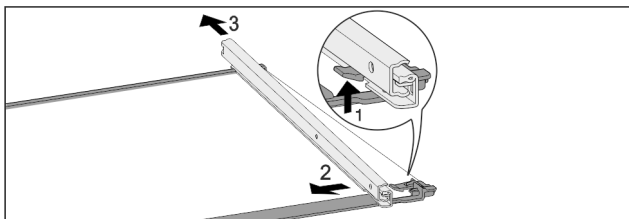

Fig. 86 Glasplatte mit Schienen
- ▶ Vorderen Rasthaken nach oben drücken. Fig. 86 (1)
- ▶ Auszugsschiene zur Seite Fig. 86 (2) und nach hinten Fig. 86 (3) wegschieben.